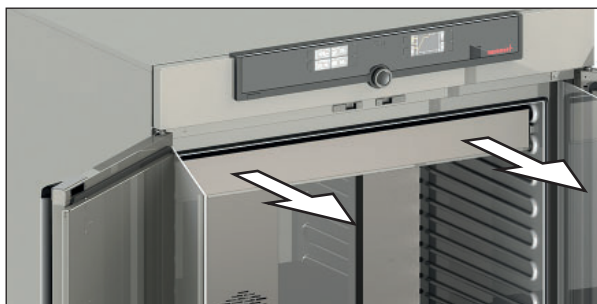

Fig. 33 Estrarre il corpo illuminante
3. Sollevare leggermente il corpo illuminante ed estrarlo con cautela dall'apparecchio (Fig. 33).